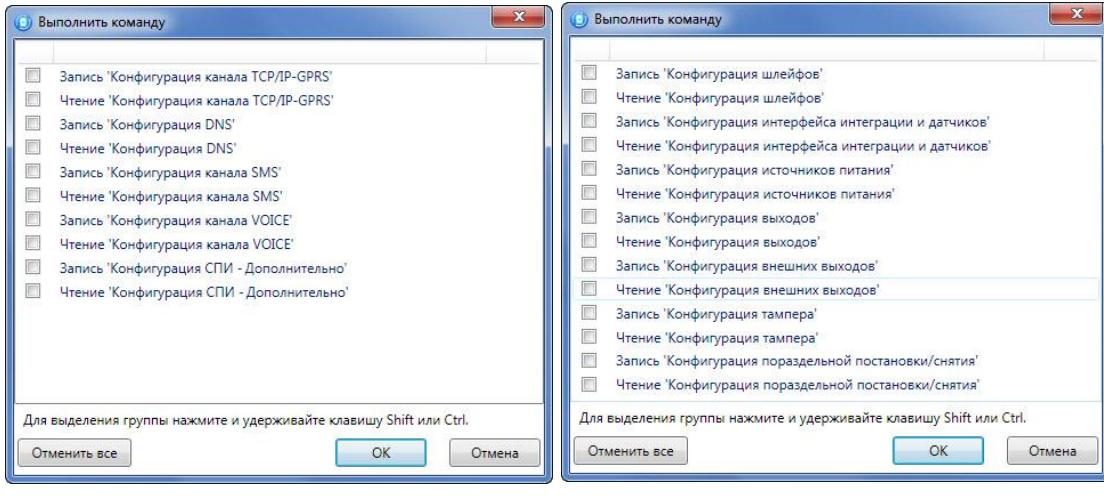

Рисунок 13.2 — Окно *Выполнить команду* (а — конфигурация УОО, б — конфигурация ППК)
- Выполнить команду:** открытие окна *Выполнить команду* (см. рисунок 13.2), с помощью которого можно записать или считать отдельные группы параметров (актуально при медленной скорости передачи данных или тарификации по объему передачи данных).